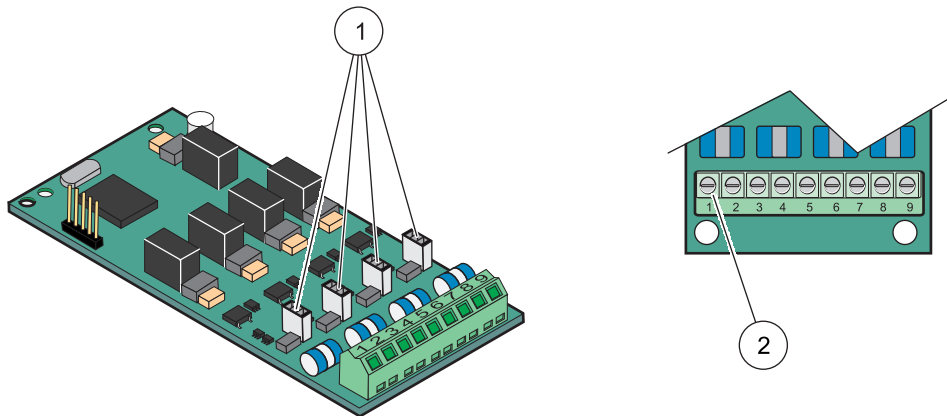

Bild 22 Eingangskarte (YAB018) Kabelanschlüsse und Jumbereinstellung.
4. Führen Sie das Kabel durch den Modulboden und legen Sie jeden Draht ordentlich auf die Klemme entsprechend Bild 22 und Tabelle 5. Nach jeder Anklemmung leicht ziehen, um sicherzustellen, dass der Anschluss sicher ist.